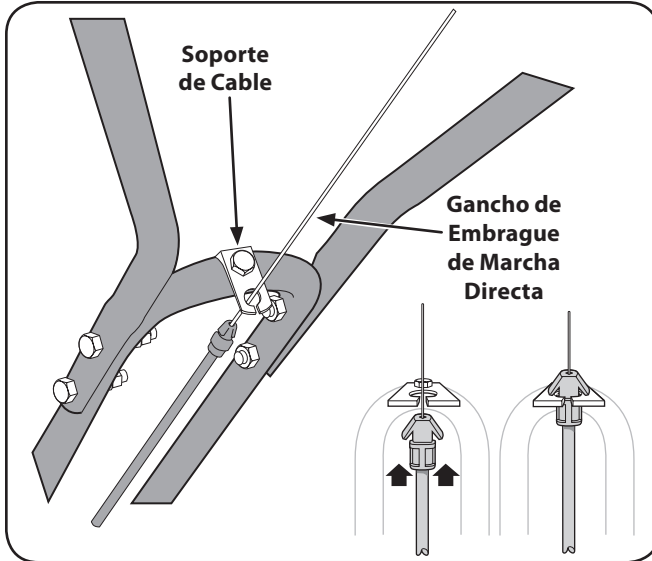

Figure 3-4
1. Desenrolle cuidadosamente el cable del embrague de marcha directa de la posición de embarque y deslice el alambre delgado del cable dentro de la ranura de la ménsula del cable. Empuje el conector del cable hacia arriba a través del orificio de la ménsula hasta que la ranura del conector quede en su lugar. Vea la Fig. 3-4.